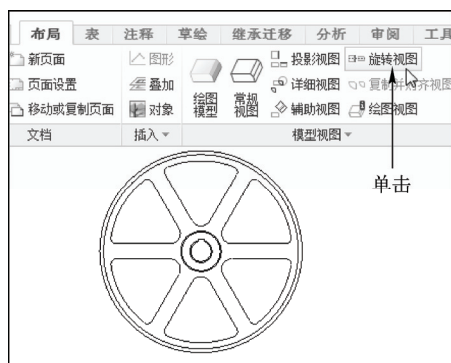

图 14-38 单击“旋转视图”按钮
STEP 02 在功能区选项板的“布局”选项卡中,单击“模型视图”面板中的“旋转视图”按钮,如图14-38所示。